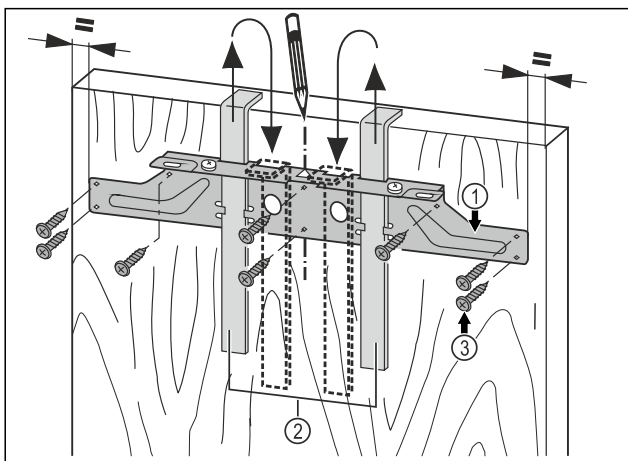

Fig. 19
- Upevňovací příčník Fig. 19 (1) zavěste pomocí montážních pomůcek Fig. 19 (2) na vnitřní stranu nábytkových dvířek.
- Upevňovací příčník Fig. 19 (1) vyrovnejte středové vůči dvířkům.
- Upevňovací příčník Fig. 19 (1) přišroubujte minimálně 6 šrouby Fig. 19 (3).
- Upevňovací příčník Fig. 19 (1) přišroubujte 4 šrouby Fig. 19 (3) na okraji.
- Montážní pomůcky Fig. 19 (2) vytáhněte směrem nahoru a zasuňte je obráceně do sousedních upínacích otvorů.